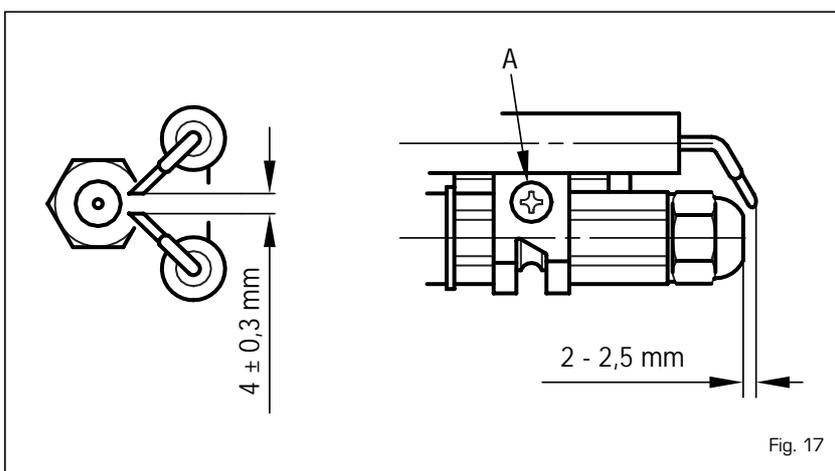

Fig. 17
Pour nettoyer la tête de combustion agir comme suit (fig. 17):
- Desserrer la vis de fixation (A fig. 17) du support des électrodes et l'enlever.